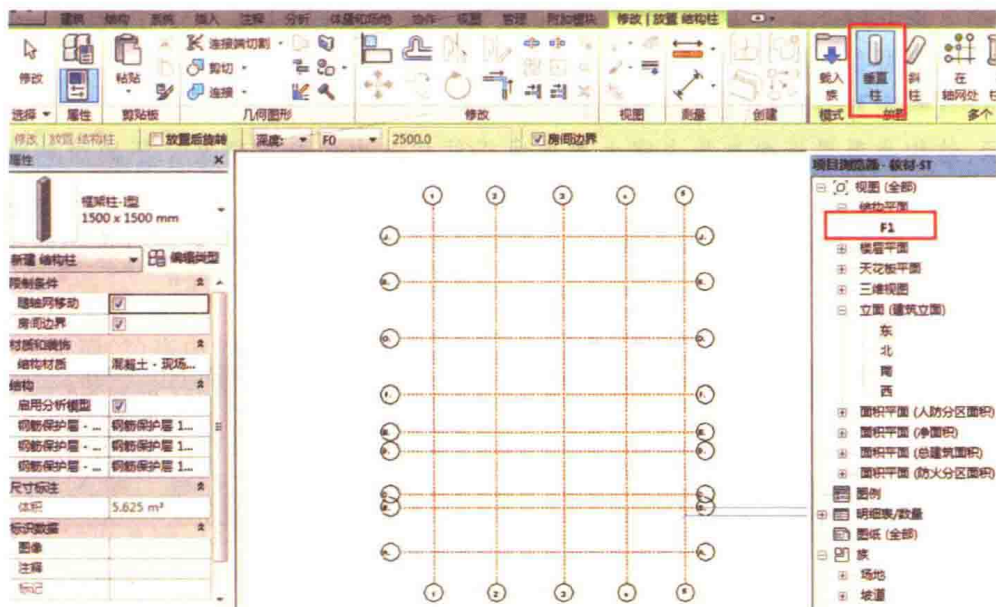

图 1-2-1
(1) 切换到 1F 楼层平面视图, 如图 1-2-1 所示, 单击【结构】面板中【柱】工具进入结构柱放置模式。自动切换到【修改 | 放置 结构柱】上下文选项卡。